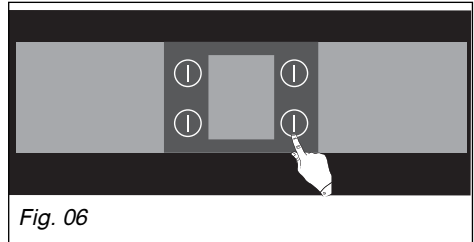

Fig. 06
– Mantener pulsado un momento el mando de selección del foco de cocción correspondiente (Fig. 06).